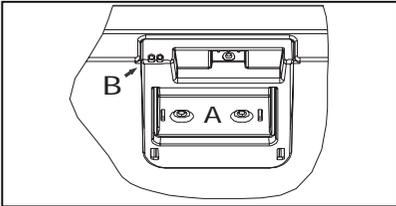

Abbildung 6.
8.2. Innenbeleuchtung (Abb. 6.)
2. Setzen Sie anschließend das Türsignal zurück, indem Sie die Fernbedienung auf den Türsensor richten (Abb. 6 B) und die Taste drücken .